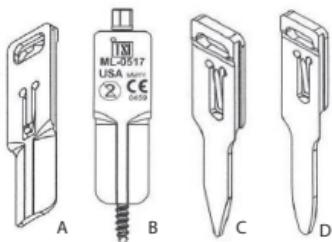

Figura 15
- Se pueden utilizar reguladores para ayudar a minimizar el deslizamiento muscular o para anclar el retractor (figura 15):
- Anclaje: regulador B, C o D de la figura 15
- Extensión de la hoja: regulador A de la figura 15 (usar con o sin aguja de Kirschner)